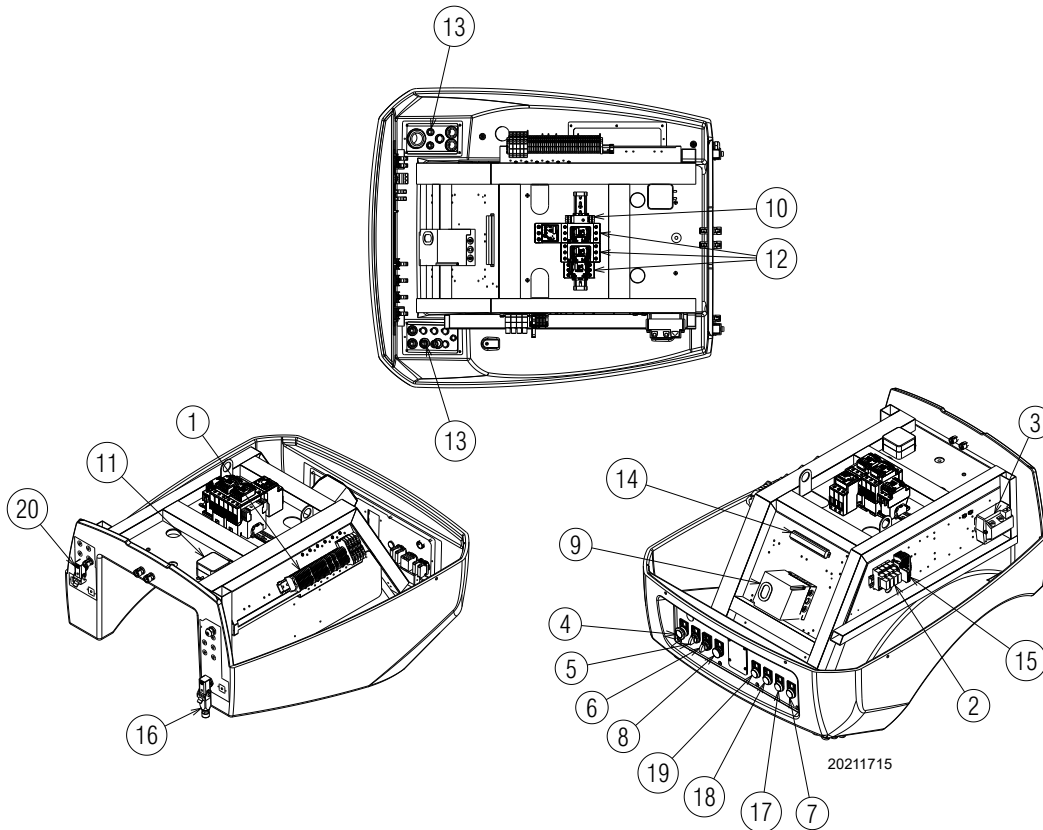

Fig. 5
- **Bloqueo caja de control:** el encendido del pulsador (led rojo) de la caja de control 9)(Fig. 5) y del pulsador luminoso 8) advierte que el quemador está bloqueado. Para desbloquearlo presionar el pulsador 8).